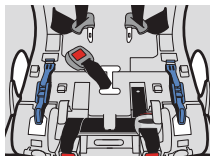

Figura 14
- Deslice el cinturón hacia un lado de la ranura de la correa de la entrepierna y empuje el borde del cinturón en la ranura de ajuste, como se muestra en la **figura 14**.